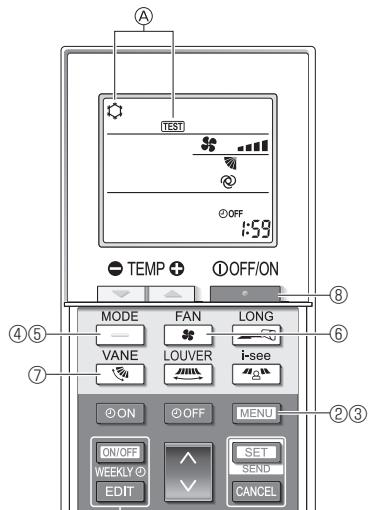

Fig. 7-9
- ① Mettez l'appareil sous tension au moins 12 heures avant l'essai de fonctionnement.
- ② Appuyez sur la touche **[MENU]** pendant 5 secondes. (Fig. 7-9)
(Fig. 7-9)